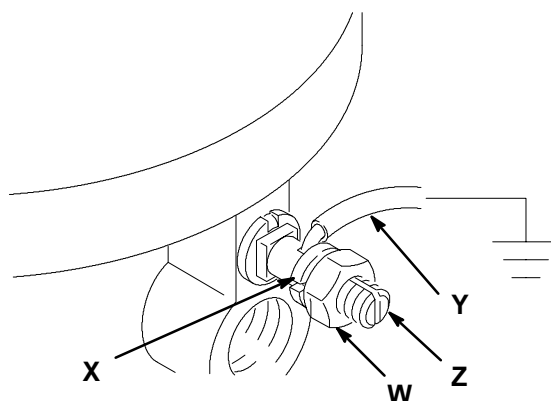

Fig. 1
- **Bomba:** afloje la tuerca de apriete de la orejeta de conexión a tierra (W) y la arandela (X). Inserte un extremo de un cable de conexión a tierra de un mínimo de 1,2 mm2 (Y) en la ranura de la orejeta (Z) y apriete firmemente la tuerca de cierre. Conecte el otro extremo del cable a una tierra verdadera. Vea la Fig. 1. *Para pedir el cable y la abrazadera de conexión a tierra, pida la ref. pieza 222-011.*